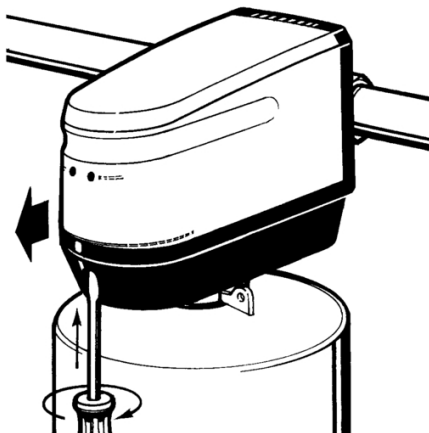

Abb. 8: Abdeckhaube entfernen
1. Befestigungsschraube der Abdeckhaube (A) von unten lösen (siehe Abbildung 8) und die Abdeckhaube abnehmen.
8. Abdeckhaube wieder anbringen und verschrauben (siehe Abbildung 8).
1. Abdeckhaube entfernen (siehe Abbildung 8).